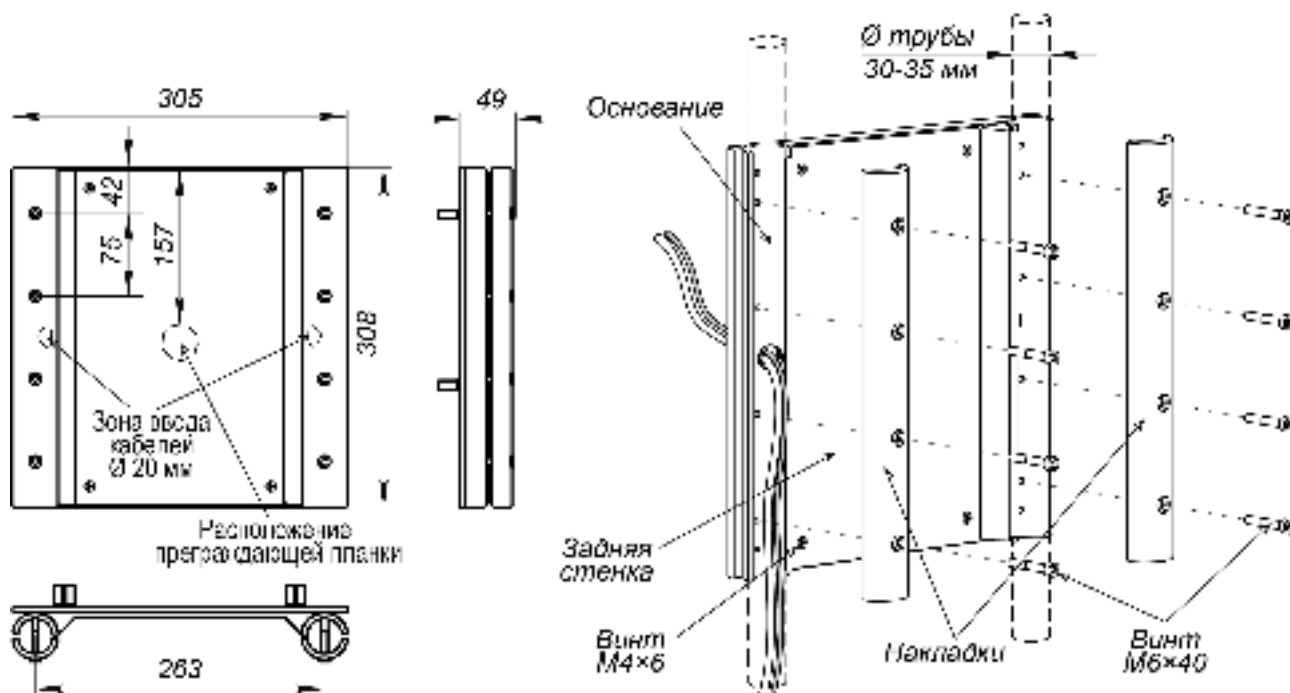

Рисунок 14. Габаритные размеры и порядок установки кронштейна **PERCo-MT10.1**
- а) Порядок установки монтажного кронштейна **PERCo-MT10.1** (для исполнения турникета **PERCo-TTR-10AT**), см. рис. 14: